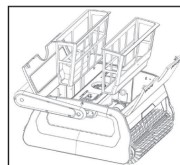

Figure 5
- Remplacez les paniers du filtre nettoyés (voir figure 5). Veillez à ce qu'ils soient correctement installés.